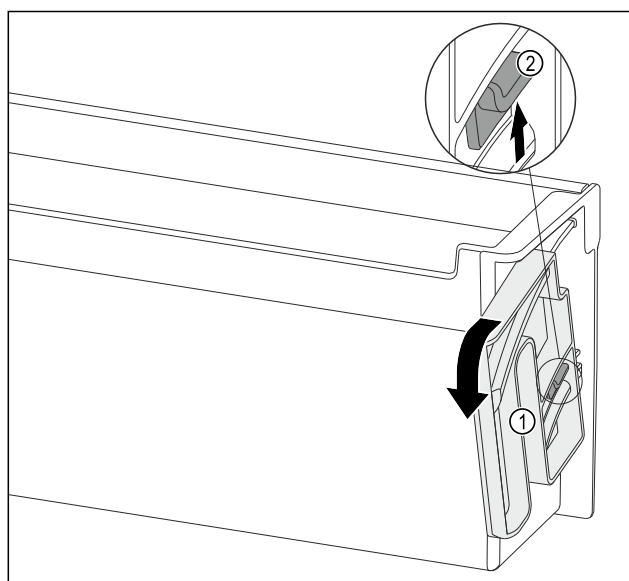

Fig. 143
- ▶ 沿指定方向将旋转单元 Fig. 143 (1) 转动到底。
- ▶ 向上按压凸舌 Fig. 143 (2) 并取出旋转单元 Fig. 143 (1)。